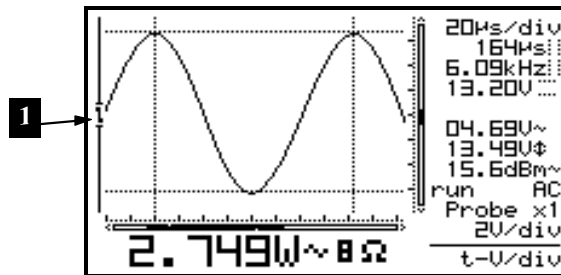

Fig 36
- Cambiar la base de tiempos o la sensibilidad desactiva el modo "autorango". (Fig 36)